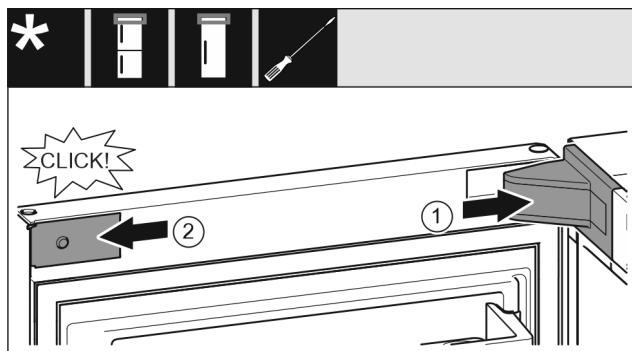

Fig. 20
- Nasadte kryt ložiskovej konzoly a zaistite, príp. opatrne roztlačte. Fig. 20 (1)
- Zboku nasadte a zaistite kryt. Fig. 20 (2)